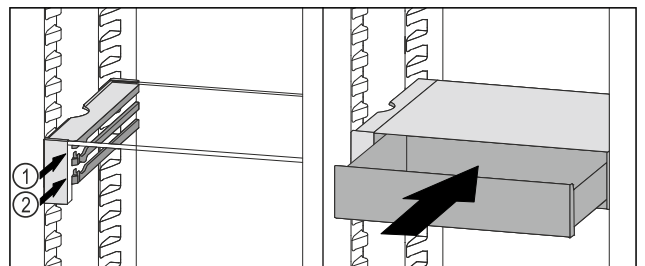

Fig. 90
- ▶ VarioSafe-lade achter de stoppers op de gewenste rib Fig. 90 (1) of Fig. 90 (2) plaatsen.